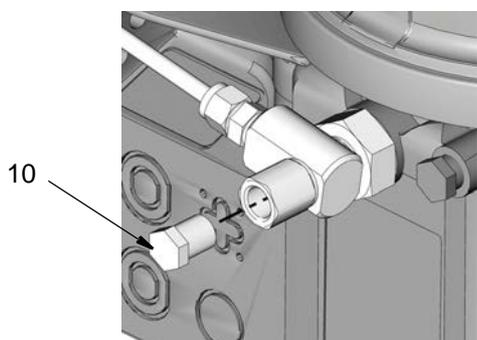
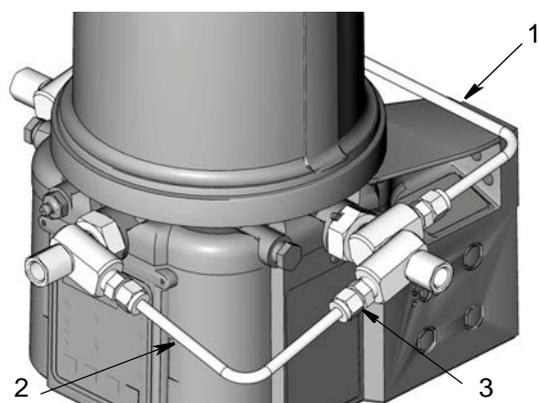

FIG. 6
FIG. 14
11. Bien serrer les écrous (3) du tube à la main, puis les visser 1 1/4 de tour en plus.
12. Serrer les boulons banjo (6) à 35 pieds livres (45,7 N•m) à chaque emplacement.
13. Appliquer l'étanchéité pour filetage sur les filets des prises (10). Installer la prise dans un emplacement de points inutilisé (FIG. 6).
11. Installer le tube (1) (avec 2 coudes) autour du côté arrière de la pompe G3 entre le raccord banjo double installé sur le côté droit de la pompe G3 et du raccord banjo installé sur le côté gauche de la pompe G3 (vu de face) comme indiqué sur FIG. 14.
12. Installer le tube (2) (avec 1 coude) autour du raccord banjo double installé sur le côté droit de la pompe G3 et le raccord banjo installé sur l'avant de la pompe G3 (vu de face) comme indiqué sur FIG. 14. Il peut être nécessaire de desserrer le raccord banjo pour installer ce tube.
13. Bien serrer les écrous (3) du tube à la main, puis les visser 1 1/4 de tour en plus.
15. Appliquer l'étanchéité pour filetage sur les filets des prises (10). Installer les prises dans les emplacements de points inutilisés (FIG. 6).